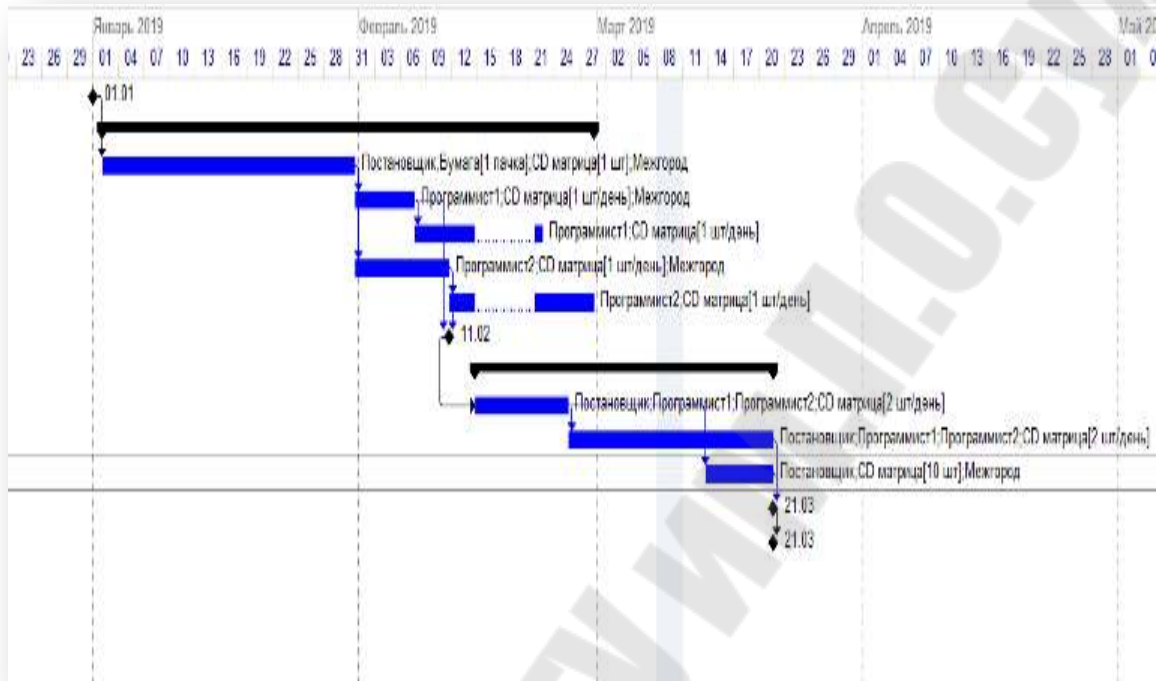

Рис. 2.50. Календарный график после автоматического выравнивания
2. Установить *Выполнять автоматически*, нажать *Ок*. Результат календарный график после выравнивания (рисунок 2.50) существенно отличается от графика до выравнивания: в задачи вставлены перерывы с тем, чтобы ликвидировать перегрузку.